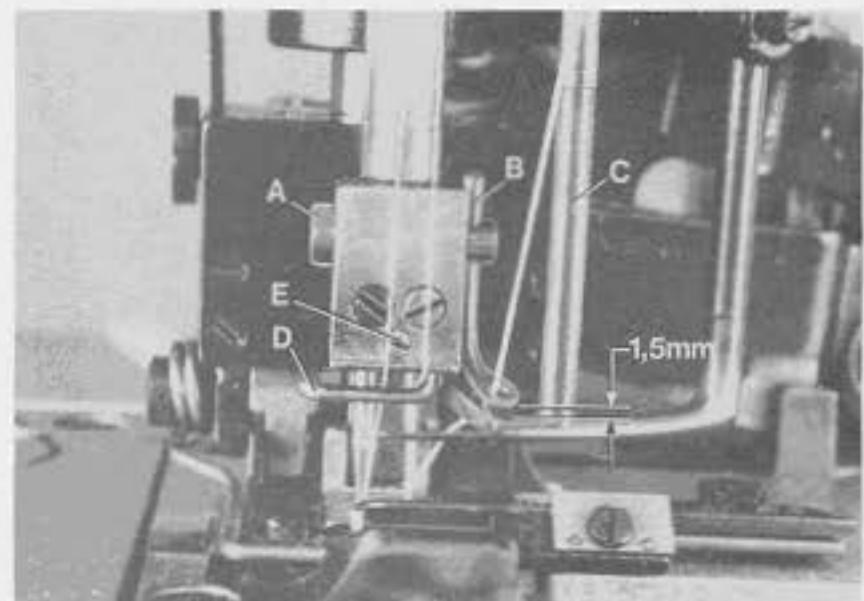

Fig.44
Rotate pulley until the needle bar is at the bottom of its stroke. Loosen nut (A, Fig. 44) and set the movable spreader thread guide (B) on needle holder to the distance of approx. 1,5 mm (1/16 in.) between spreader thread guide (C) and movable spreader thread guide (B). The eye of guide (B) should be positioned directly above the front end of the thread guide slot in the spreader thread guide (C) (see Fig. 44). Retighten nut (A).
Drehen Sie am Handrad bis die Nadelstange in ihrer untersten Stellung ist. Lösen Sie die Mutter (A, Fig. 44) und stellen Sie die bewegliche Legfadenführung (B) am Nadelhalter so, daß zwischen der Legfadenführung (C) und der beweglichen Legfadenführung (B) ein Abstand von etwa 1,5 mm ist und die Öse der Führung (B) direkt über dem vorderen Ende des Fadenführungsschlitzes der Legfadenführung (C) steht (siehe Fig. 44). Ziehen Sie die Mutter (A) wieder an.
Set the needle holder thread guide (D, Fig. 44) as close as possible to the needles without pinching the needle threads. For adjustment loosen screw (E) and set the thread guide as required, make sure that thread guide (D) clears spreader thread guide (C) when the needle bar moves up and down. Retighten screw (E).
Stellen Sie die Fädenführung (D, Fig. 44) am Nadelhalter so dicht wie möglich zu den Nadeln, ohne daß die Nadelfäden eingeklemmt werden. Nach Lösen der Schraube (E) kann die Fädenführung entsprechend gestellt werden, beachten Sie, daß die Fädenführung (D) nicht an der Legfadenführung (C) anschlägt, wenn die Nadelstange auf und ab geht. Ziehen Sie die Schraube (E) wieder an.